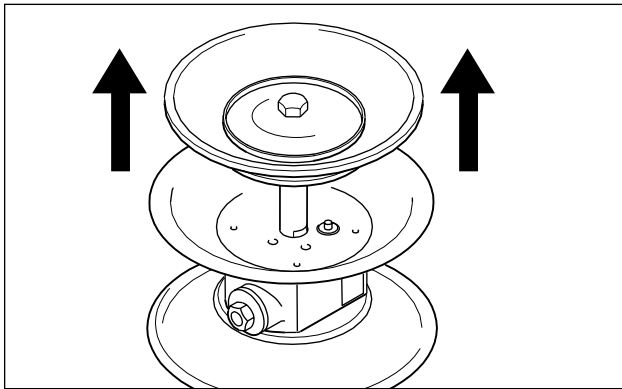

Abb. 11: Kolbenstange herausziehen.
- Kolbenstange mit zweiter Membran aus dem Mittelblock herausziehen und zweite Membran wie zuvor beschrieben demontieren (Abb. 11).